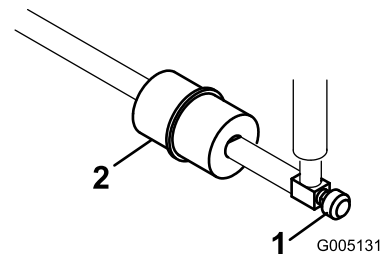

Figure 44
Le filtre à carburant est incorporé dans la conduite d'alimentation, entre le réservoir de carburant et le carburateur (Figure 44).
1. Fermez le robinet de carburant, desserrez le collier de flexible côté carburateur et débranchez la conduite d'alimentation du filtre (Figure 44).
2. Placez un bac de vidange sous le filtre, desserrez l'autre collier de flexible et déposez le filtre (Figure 44).